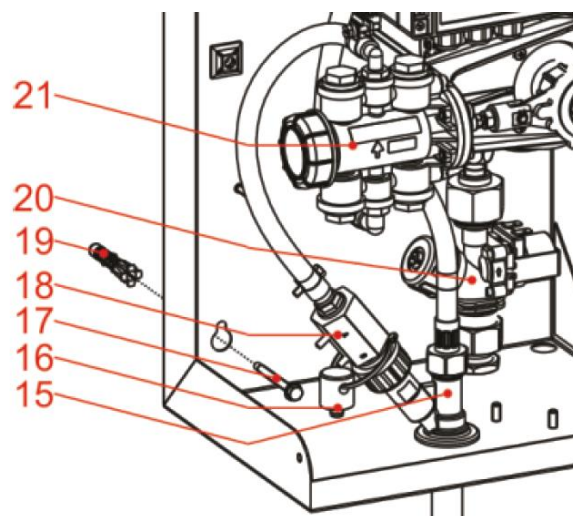

Abb. 17: Strömungswächter
- ◆ Schrauben Sie den Strömungswächter (Abb. 17:., Pos. 18) ab, setzen Sie den Stopfen (Pos. 16) ein und führen Sie den Strömungswächter in ein geeignetes Gefäß.